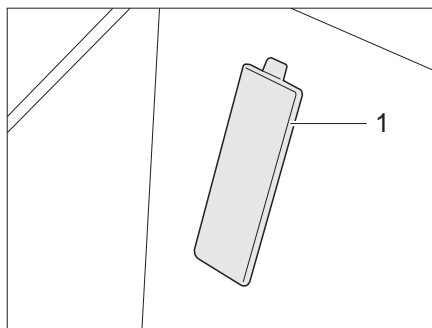

Fig. 286 Tapa del número de chasis (vehículo básico Fiat)
- ▷ En los vehículos con base de Fiat, el número de chasis se encuentra debajo de una tapa (Fig. 286,1) en la entrada del lado del acompañante.